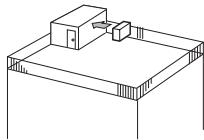

Fig. 2-2
- Rikta luftutblåset mot närmaste vägg, cirka 35 cm från väggen. (Fig. 2-2)